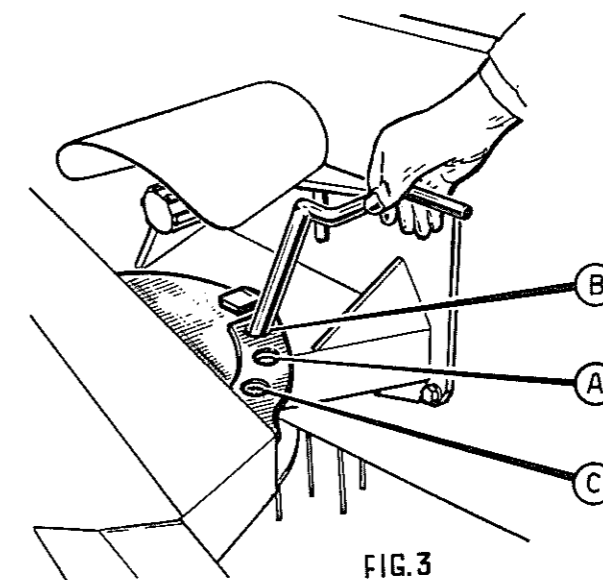

FIG.3
- Le rateau faneur est fixé au support central par un pivot autour duquel il peut tourner. Un secteur à trois trous et clavette permet d'avoir trois positions de travail (voir fig.3)